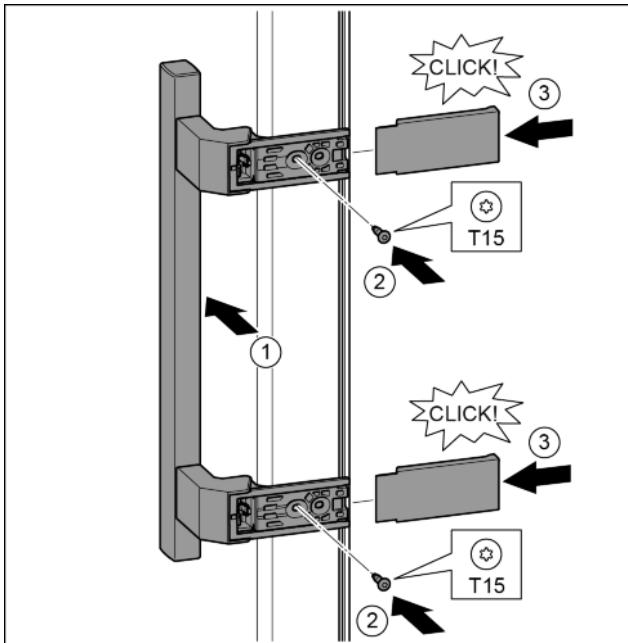

Fig. 22
- Postavite ručicu na suprotnoj strani. *Fig. 22 (1)*
- Odvijačem T15 čvrsto pritegnite vijke. *Fig. 22 (2)*
- Postavite pokrove bočno i nataknite ih. *Fig. 22 (3)*